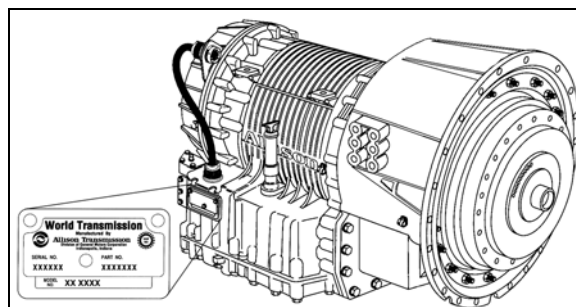
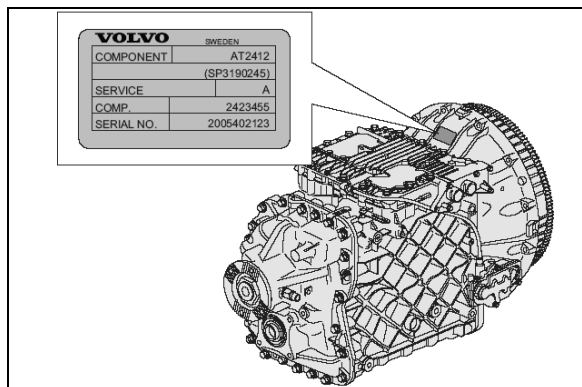

FIGURE 2 : TRANSMISSION ALLISON
FIGURE 3 : TRANSMISSION I-SHIFT
La plaque d'identification de la transmission se trouve du côté de la jauge d'huile de la transmission (WT) ou sur la transmission (I-Shift) (Figure 2 et Figure 3). La plaque d'identification indique le numéro de série de la transmission, le numéro de pièce (numéro d'assemblage), et le numéro de modèle. Indiquer les trois numéros lors de la commande de pièces.